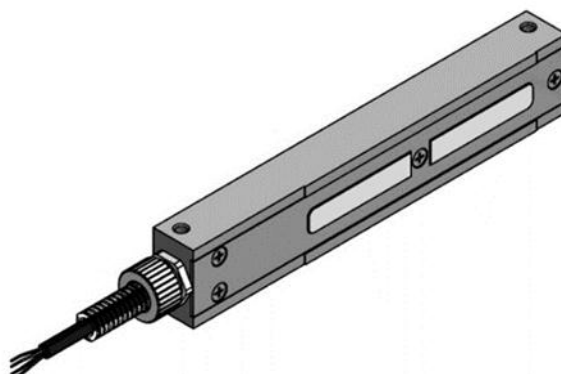

Рисунок 2 – Изделие варианта «M» с устройством ввода для присоединения металлорукава
- «M» - с устройством ввода для монтажа небронированного кабеля в металлорукаве типа МРПИ-8 (рисунок 2).